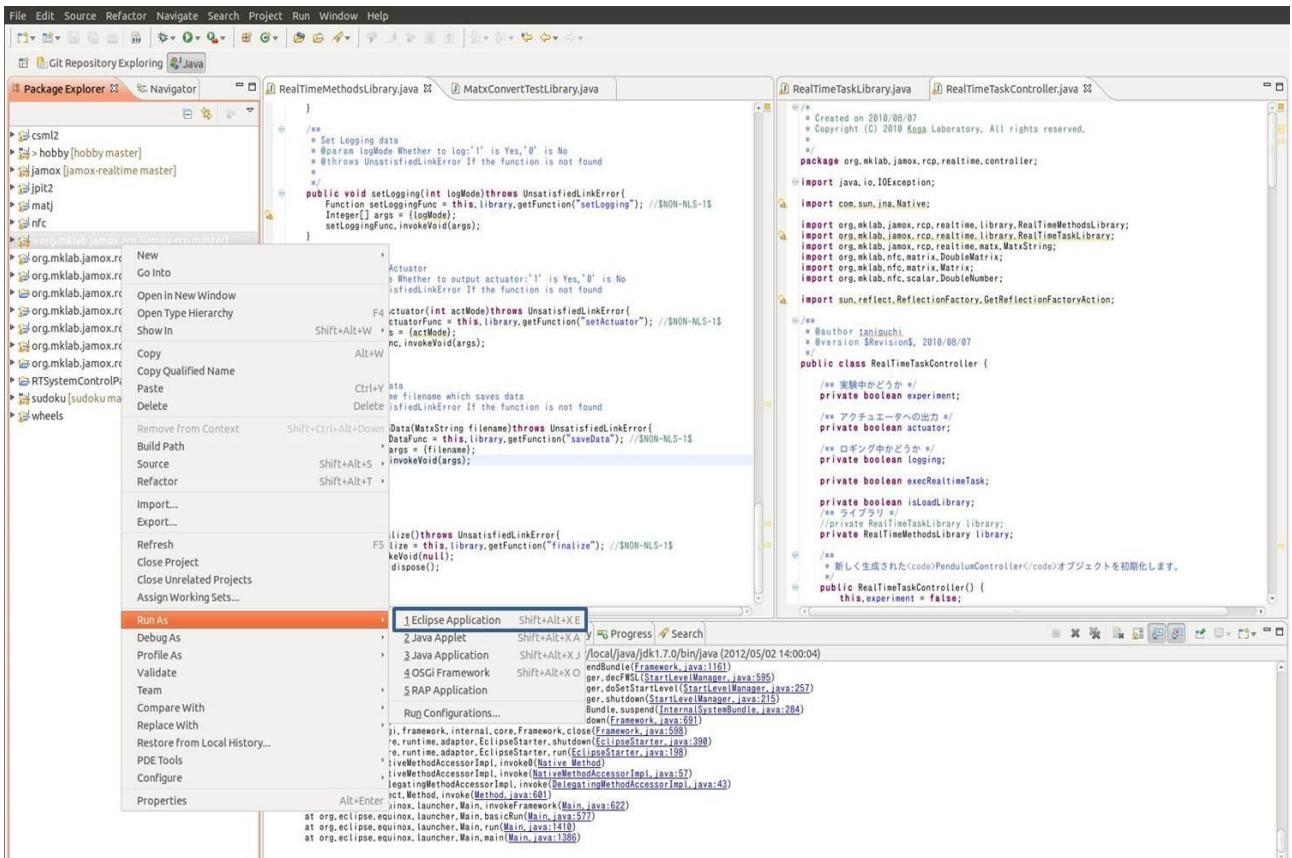

図 2: Eclipse から Jamox を起動する様子
1. Eclipse ウィンドウの左側にある「Package Explorer」ビューの「org.mklab.jamox.rcp」を右クリックし、メニューを表示する。「Run As」→「Eclipse Application」を選択し、Jamox を起動する。図 2 に Jamox を起動する様子を示す。